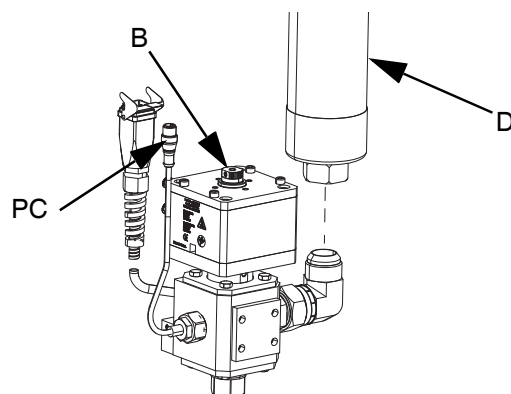

FIG. 21
- 7. Om två slangar används, anslut matningsslang 2 (D) till inloppskopplingen på utmatningsventilen (B). Om endast en slang används, anslut matningsslang 1 (C) till inloppskopplingen på utmatningsventilen (B). Se FIG. 21.